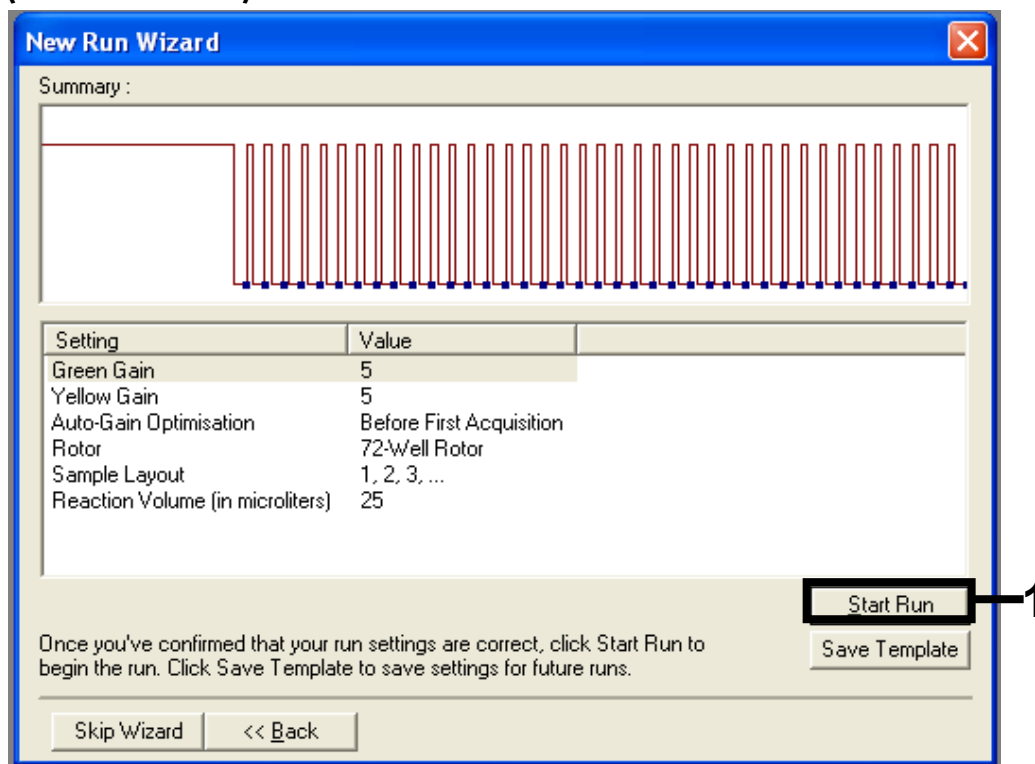

Ilustración 13. Inicio de la serie
Inicio de la serie	Ilustración 13
17. Compruebe el resumen y haga clic en “Start Run” (Iniciar la serie) para guardar el archivo de análisis y comenzar la serie (Ilustración 13).